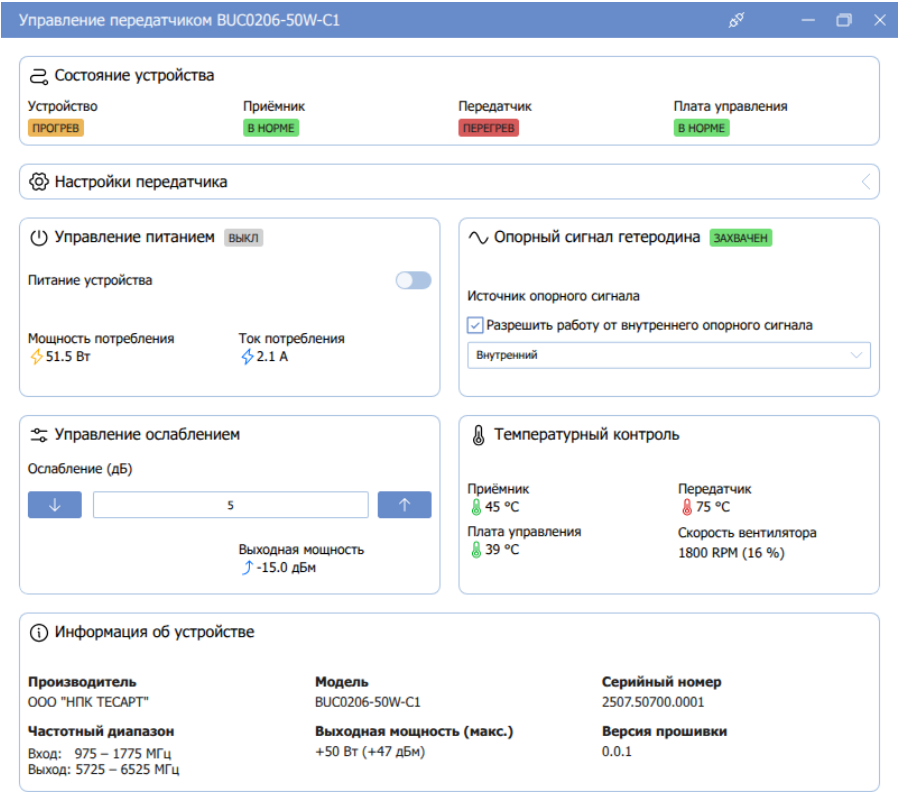

Рисунок 10 – WEB-интерфейс передатчика (основное меню)
2.3.3.2 После ввода в строке адреса откроется основное окно WEB-интерфейса управления передатчиком (рисунок 10).
2.3.3.3 На основной странице WEB-интерфейса (рисунок 10) можно производить все основные настройки передатчика и производить контроль за его состоянием: